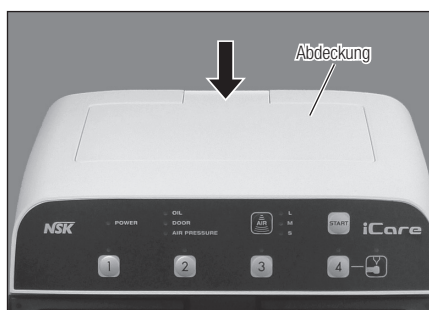

Abb. 4
- 1) Öffnen Sie die Abdeckung (Abb. 4).